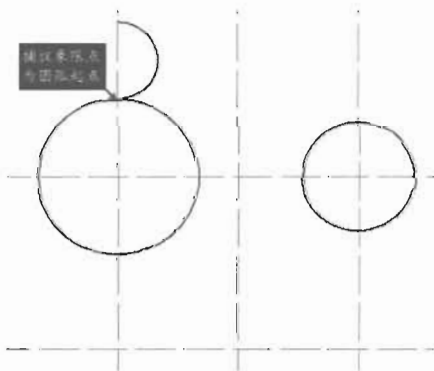

图 3-92
(6) 单击“绘图”工具栏中的“圆弧”按钮, 以“起点、端点、半径”的方式绘制一个半圆弧, 如图 3-92 所示, 命令执行过程如下。